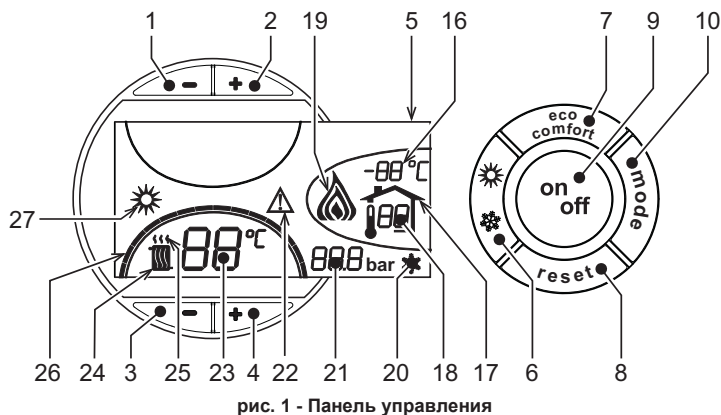
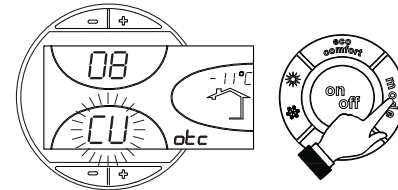
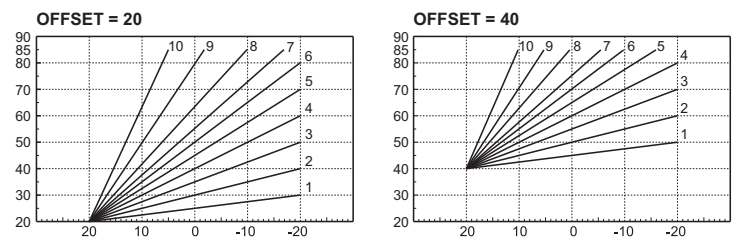

рис. 1 - Панель управления
рис. 9 - Кривая погодозависимого регулирования
рис. 12 - Пример параллельного смещения кривых погодозависимого регулирования
Нажмите клавишу **on/off** (поз. 9 - рис. 1) в течение 1 секунды.
Для повторного включения котла снова нажмите клавишу **on/off** (поз. 9 рис. 1) в течение 1 секунды.
- Нажмите кнопку ВКЛ/ВЫКЛ (9 - рис. 1)
Нажмите клавишу **Лето/Зима** (поз. 6 - рис. 1) на 1 секунду.
На дисплее высвечивается символ "Лето" (поз. 27 - рис. 1). При этом котел будет вырабатывать только воду для ГВС. Остается активной система защиты от замерзания.
Для выключения режима "Лето" вновь нажмите клавишу **Лето/Зима** (Поз. 6 - рис. 1) на 1 секунду.
Температура в системе отопления регулируется в пределах от 30°C до 80°C с помощью клавиш (дет. 3 и 4 -)рис. 1.
Температура в системе ГВС регулируется в пределах от 10°C до 65°C с помощью клавиш (поз. 1 и 2 - рис. 1).
При установке внешнего датчика (опция) на дисплей панели управления (поз. 5 - ) выводится рис. 1 текущая внешняя температура, измеряемая этим датчиком. При этом система управления котлом работает в режиме "Плавающая температура". В этом режиме температура воды в системе отопления регулируется в зависимости от внешних климатических условий с тем, чтобы обеспечить максимальный комфорт и экономию энергии в течение всего года. В частности, при увеличении температуры наружного воздуха уменьшается температура подаваемой в систему отопления воды в соответствии с определенной "характеристикой компенсации".
В режиме плавающей температуры величина, заданная с помощью клавиш регулировки отопления (поз. 3 и 4 - рис. 1), становится максимальной температурой воды системы отопления. Рекомендуется устанавливать ее на максимальную величину, чтобы позволить системе выполнять регулировку во всем полезном рабочем диапазоне.
При однократном нажатии на клавишу **Режим** (поз. 10 - рис. 1) отображается фактическая компенсационная кривая (рис. 9), которую можно изменить с помощью **клавиш системы ГВС** (поз. 1 и 2 - рис. 1).
При нажатии **клавиш регулировки температуры отопления**(поз. 3 и 4 - рис. 1) обеспечивается доступ к режиму параллельного изменения кривых (рис. 12), изменяемого с помощью **клавиш системы ГВС**(поз. 1 и 2 - рис. 1).
При повторном нажатии клавиши **Режим** (поз. 10 - рис. 1) осуществляется выход из режима регулировки параллельных кривых.
Если к котлу подключено устройство дистанционного управления с таймером (опция), вышеописанные регулировки производятся в соответствии с указаниями, приведенными в таблице 1. При этом на дисплее пульта управления (поз. 5 - рис. 1) высвечивается температура в помещении, измеряемая устройством дистанционного управления.
Выбор режимов ECO/COMFORT	При выключении режима ГВС с пульта ДУ котел переходит в режим "Эко-поту". В этих условиях клавиша 7рис. 1 - на панели котла отключена. При включении режима ГВС с устройства ДУ с таймером котел устанавливается в режим Comfort. В этих условиях с помощью клавиши 7рис. 1 - на панели управления котла можно выбрать любой из этих двух режимов.